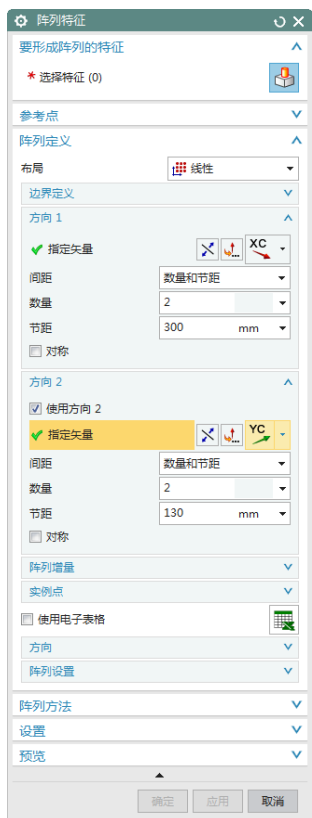

图 8-50 “阵列特征”对话框
(1) 选择“菜单(M)”→“插入(S)”→“关联复制(A)”→“阵列特征(A)”，或者单击“主页”选项卡“特征”面组上“阵列特征”按钮，打开如图 8-50 所示的“阵列特征”对话框。